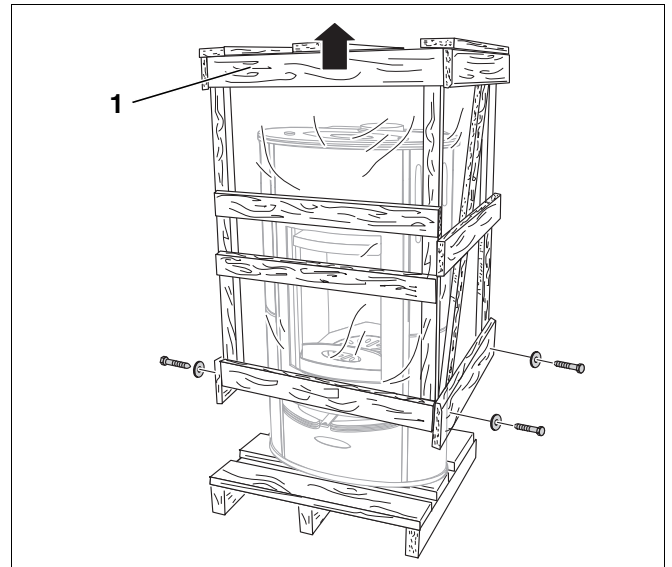

Abb. 4 Kaminofen aufstellen
- Holzverschlag (Abb. 4, **Pos. 1**) von der Palette heben.